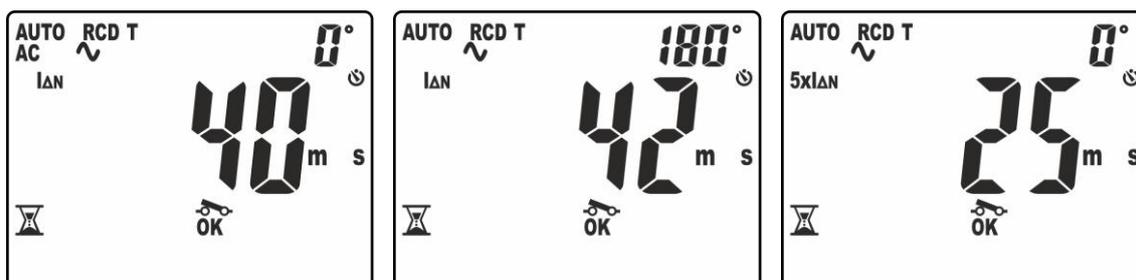

Fig. 32: Tempo di intervento in modo AUTO – Videate 1
10. Il primo test eseguito è quello con corrente di prova $I_{\Delta n}$ e polarità 0° . Il risultato della misura parziale è mostrato a display con indicazione “OK” o “NOT OK” (vedere Fig. 32 – parte sinistra). Il simbolo “” lampeggiante indica che occorre riarmare l’RCD
11. Il secondo test eseguito è quello con corrente di prova $I_{\Delta n}$ e polarità 180° . Il risultato della misura parziale è mostrato a display con indicazione “OK” o “NOT OK” (vedere Fig. 32 – parte centrale). Il simbolo “” lampeggiante indica che occorre riarmare l’RCD
12. Il terzo test eseguito è quello con corrente di prova $5xI_{\Delta n}$ e polarità 0° . Il risultato della misura parziale è mostrato a display con indicazione “OK” o “NOT OK” (vedere Fig. 32 – parte destra). Il simbolo “” lampeggiante indica che occorre riarmare l’RCD